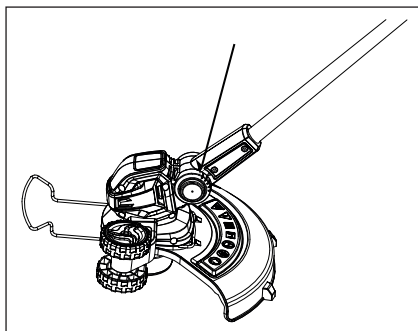

рис. 14
- Удерживая основную рукоятку одной рукой, нажмите кнопку на корпусе двигателя, затем толкайте вперед и назад вал, чтобы отрегулировать корпус двигателя (4 положения: 0°, 30°, 60°, 90°) (см. рис. 14).